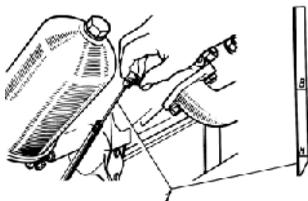

Рис. 3. Проверка уровня масла: 1 - указатель уровня масла
- 2) залить в картер двигателя чистое масло рекомендуемой марки до верхней метки указателя уровня масла (рис. 3);